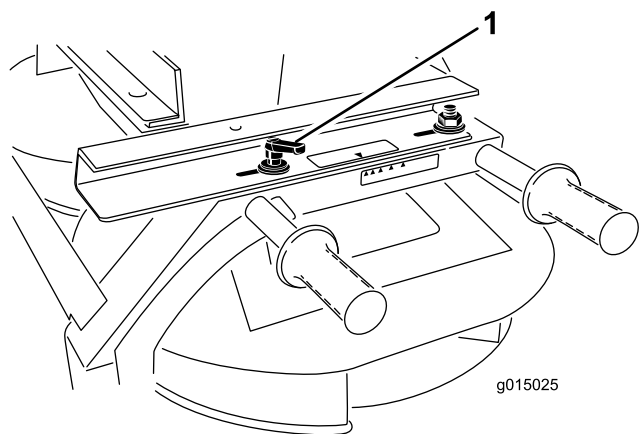

Figure 43
1. Desserrez la poignée de chaque côté du Twin Spinner (Figure 43).